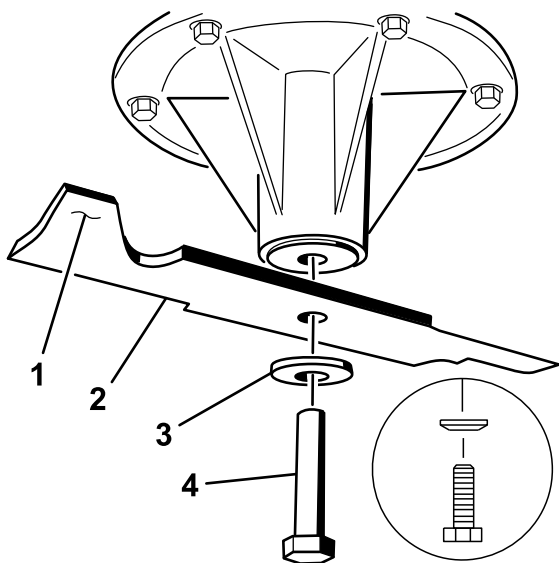

Figure 77
2. Placez la lame sur l'axe (Figure 77).
3. Montez la rondelle bombée et le boulon de la lame (Figure 77).
Remarque: Le cône de la rondelle bombée doit être dirigé vers la tête du boulon (Figure 77).